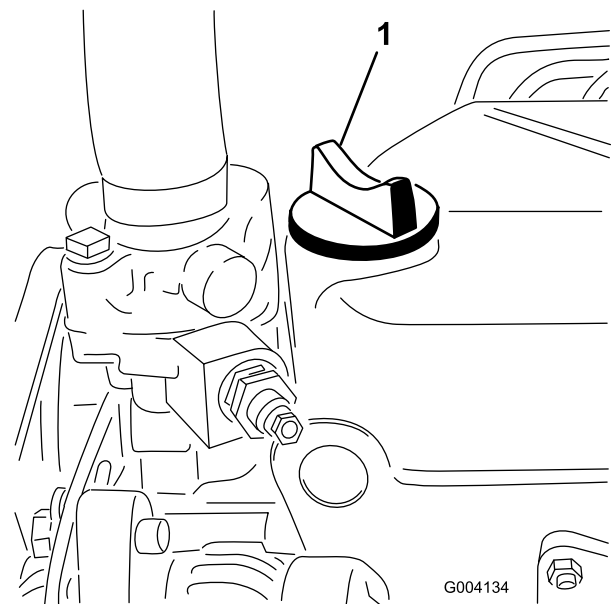

Figura 31
5. Si el nivel de aceite está por debajo de la marca Lleno, retire el tapón de llenado (Figura 31) y añada aceite hasta que el nivel llegue a la marca Lleno.